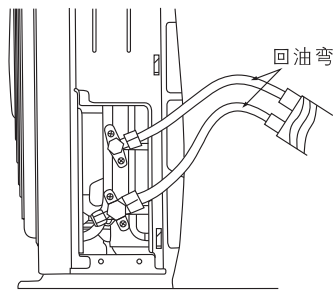
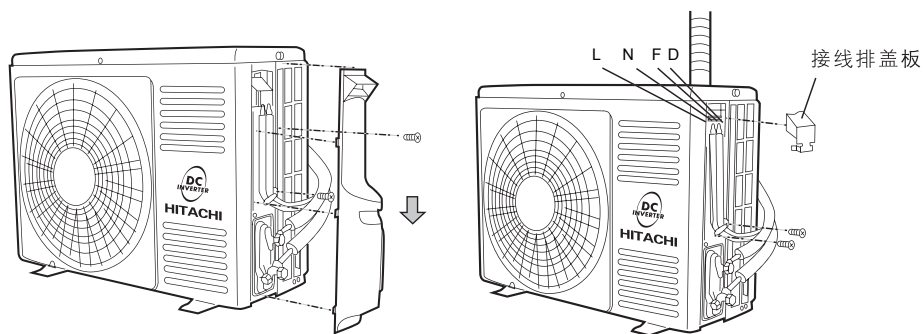

图 25
图21
- (1) 将右侧板上边盖拆开。(如图21)
(2) 将截止阀的纳嘴与密封帽拆开。
**注意** 当室外机比室内机安装位置高时，必须将铜管弯制“回油弯”，如图25所示。